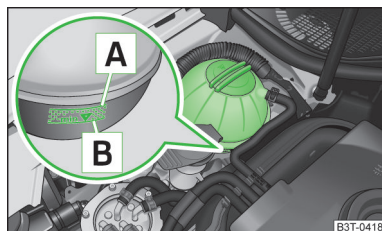

Fig. 128
Pour l'appoint, nous recommandons de n'utiliser que du produit antigel correspondant à la désignation figurant sur le vase d'expansion du liquide de refroidissement » fig. 128 à la page 173.
- Ne versez pas le liquide de refroidissement au-delà de la marque  » fig. 128 à la page 173.
- Contrôlez le niveau du fluide de refroidissement dans le vase d'expansion de fluide de refroidissement » fig. 128. Le niveau de liquide de refroidissement doit se trouver entre les marques **B** (min.) et **A** (max.) quand le moteur est froid. Il peut légèrement dépasser la marque **A** (max.) quand le moteur est chaud.
Ne remplissez pas de liquide de refroidissement au-delà de la marque **A** (max.) » fig. 128 à la page 173 ! L'excédent de fluide de refroidissement s'échappe du système de refroidissement par le clapet de surpression du bouchon du vase d'expansion du fluide de refroidissement lorsque la température monte.